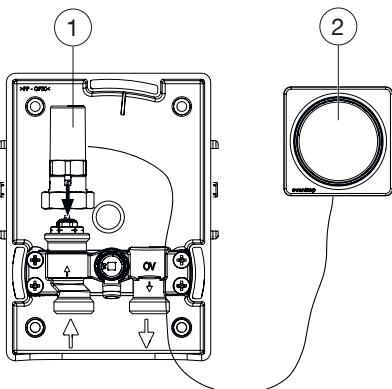

Abb. 9: Thermostat mit Fernverstellung montieren
- Schrauben Sie den Stellkolben (siehe Abb. 9 auf Seite 12 (1)) auf das Ventil. Führen Sie das Kapillarrohr nach unten.